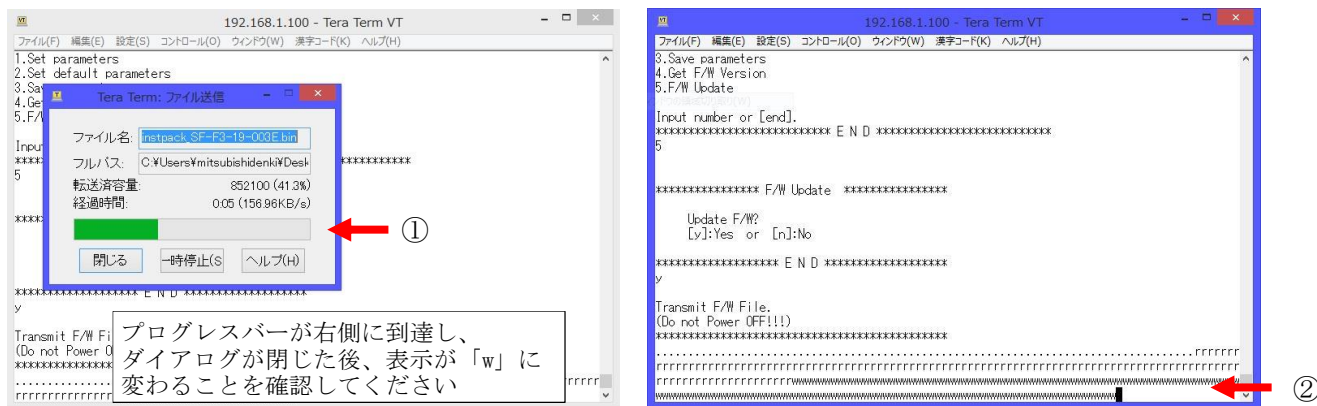

図 5.28 ファームウェアデータ転送と書き込み
2. ファームウェアデータの転送と書き込み (図 5.28)
①ファームウェアデータの送信のプログレスバーに併せてターミナルソフトウェアに「r」が表示されることを確認してください。